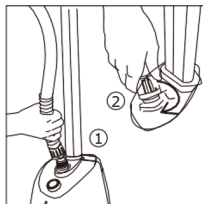

Рис. 3
4. Встановіть шланг на його різьбову основу, повертаючи фіксатор на кінці шланга за годинниковою стрілкою (див. Рис. 3).